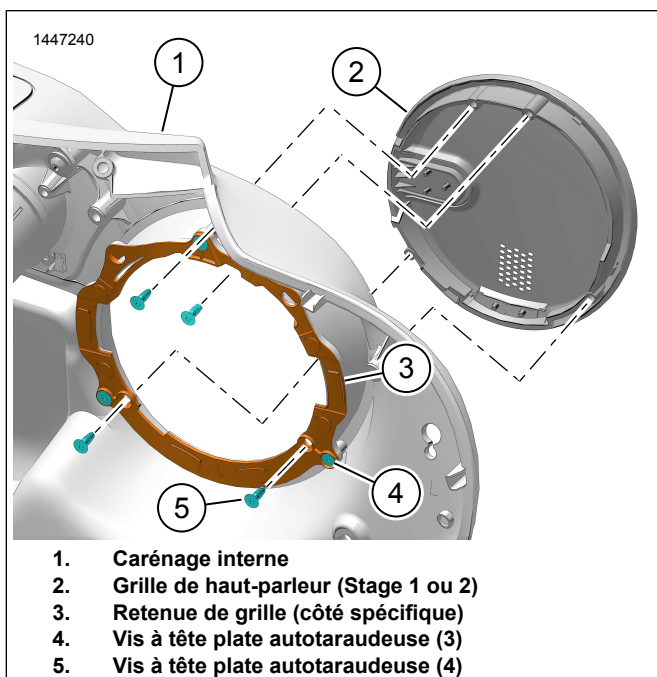

Figure 2. Assembler la grille
1. Voir la Figure 2. Installez le dispositif de retenue de grille au carénage intérieur.
- a. Installez le dispositif de retenue de grille (3) au carénage intérieur (1).
- b. Installer les vis (4). Serrer.
2. Voir la Figure 2. Installez la grille de haut-parleurs au carénage intérieur.
- a. Installez la grille de haut-parleur (2) au carénage intérieur (1).
- b. Installez les vis (5). Serrer.